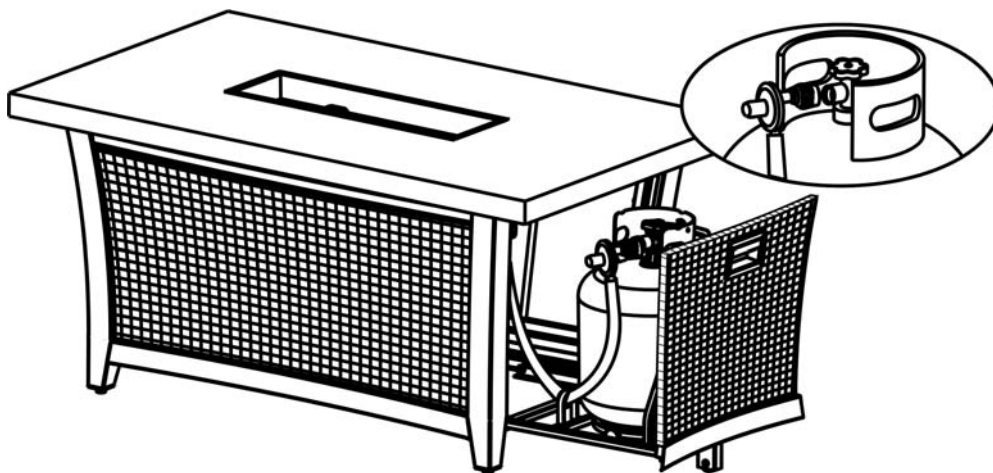

Figura 6
5. Deslice hacia afuera el cajón del tanque y coloque el cilindro de gas LP dentro. Conecte el regulador, como se indica en la Figura 6. Gire el asa negra en sentido de las manecillas del reloj, para apretarla. Para quitarlo, gire el asa en sentido contrario de las manecillas del reloj. La manguera debe apuntar hacia abajo. Revise que la válvula esté completamente girada en sentido de las manecillas del reloj a la posición OFF/APAGADO. Abra la válvula del tanque. Aplique una solución de agua jabonosa a la conexión del regulador del tanque y a la conexión válvula-manguera, para verificar si hay fugas. Si se forman burbujas de jabón, quiere decir que la conexión tiene una fuga. Si encuentra una fuga, cierre la válvula del tanque y apriete todas las conexiones.